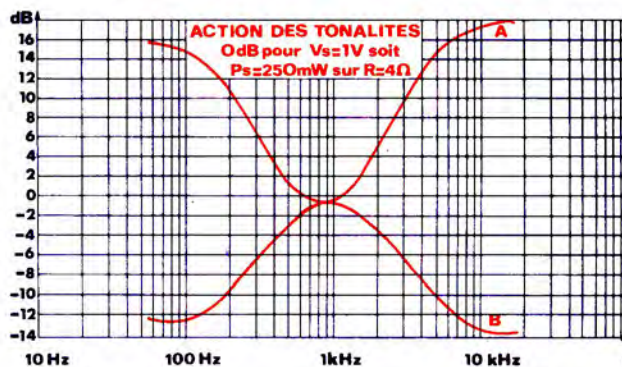

Fig. 6
15 dB à 100 Hz et 18 dB à 10 kHz Fig. 6 Courbe A
- 12 dB à 100 Hz et - 13 dB à 10 kHz Fig. 6 Courbe B